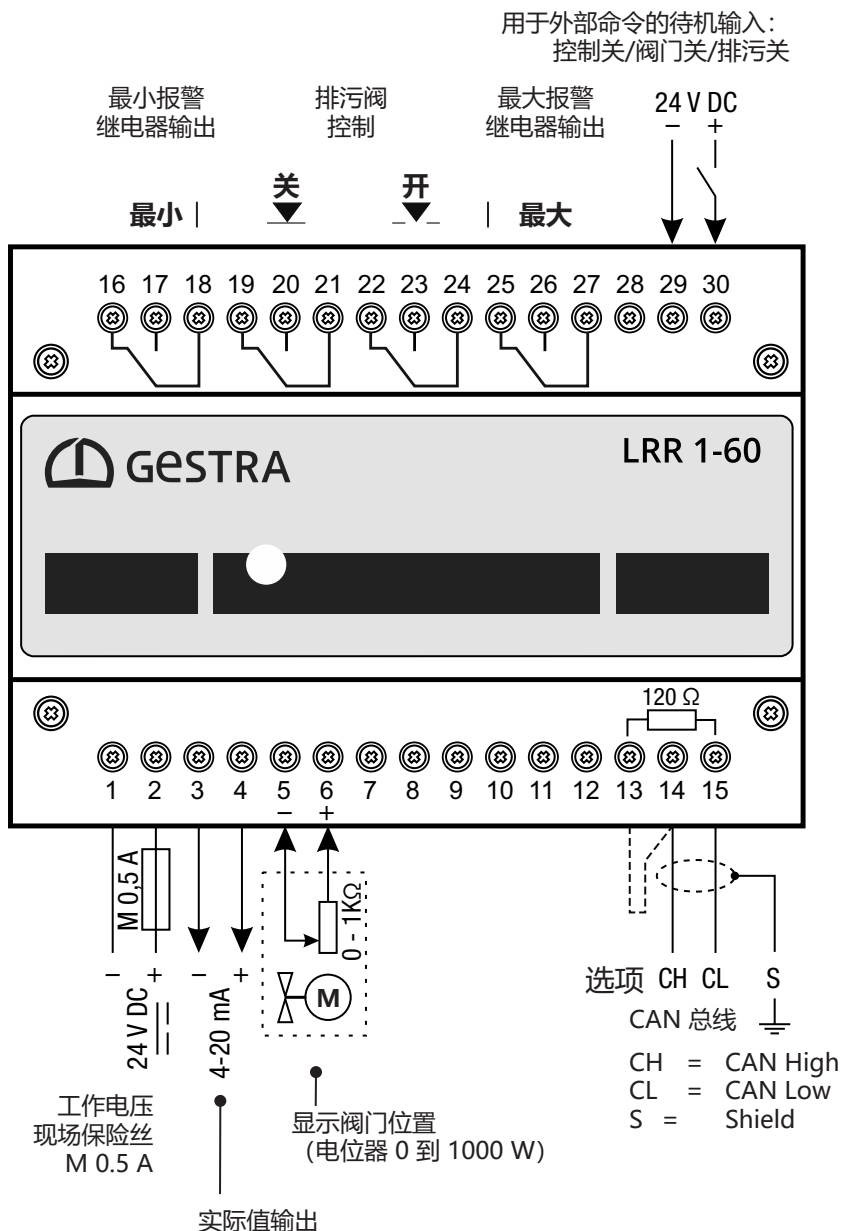

图 6
- 按照本说明书中的接线图 图 6 连接电导率控制器和所有相关组件。
- 按照接线图 图 6 连接输出。